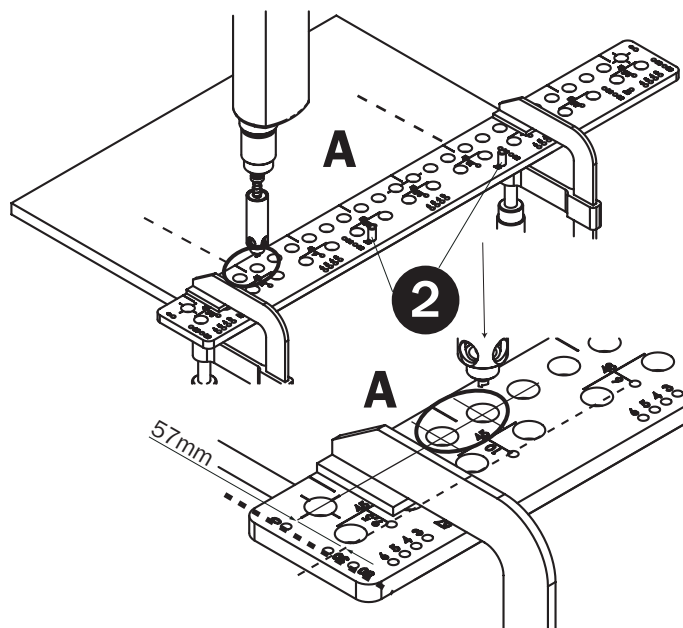

Fig. 15
Inserite due perni di metallo (pos. 2) in fori 57 (Fig. 15). Posizionate **CMT900** sul pezzo di lavoro in modo che l'asse centrale del passo scelto della cerniera sulla dima corrisponda all'asse centrale sul pezzo di lavoro e che i perni aderiscano al bordo anteriore del pezzo di lavoro. Usate l'adattatore portapunta **CMT400-1** con la punta per i fori non passanti del diametro di 3mm per viti da legno o di 5mm per viti euro.
Assicuratevi che i perni aderiscano sul bordo anteriore della tavola e che l'asse della cerniera sulla dima di foratura sia nello stesso punto come l'asse della cerniera sul pezzo di lavoro. Fissate la dima di foratura al materiale da forare mediante dei morsetti. Impostate la profondità della foratura sull'adattatore portapunta a seconda della lunghezza delle viti usate. Inserite l'adattatore portapunta con la punta corrispondente nella fila di fori principale e effettuate un foro a destra dall'asse e un foro a sinistra dall'asse (**dettaglio Fig. 15**).